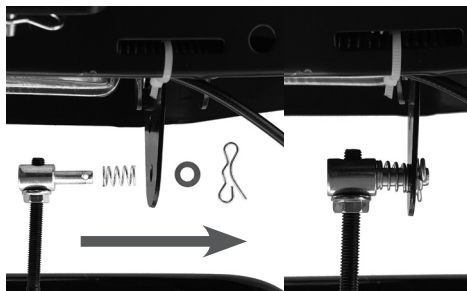

Рис. 13 Подключение троса к рычагу переключения передач
- установите верхний конец тяги с регулировочным механизмом в отверстие рычага переключения передач, как показано на Рис. 13 и зафиксируйте тягу шплинтом;